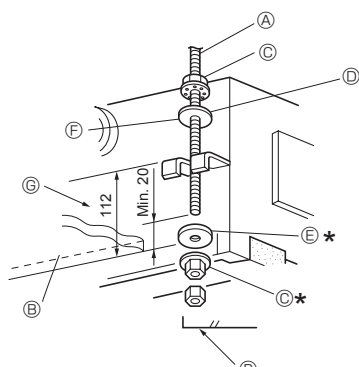
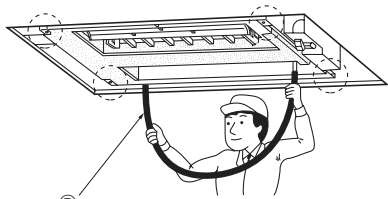

Fig. 2-7
Fig. 2-8
1. Enfiler à l'avance les rondelles d'étanchéité ① ② (fournies) et leurs écrous (à se procurer sur place) dans les boulons de suspension. (Fig. 2-7)
* Procéder dans l'ordre suivant (à partir du haut) : écrou, rondelle isolée ②, rondelle sans isolant ①, 2 écrous.
* Placer la rondelle isolée ② avec la surface isolée tournée vers le bas, comme illustré.
2. Soulever l'appareil pour le mettre en place, en l'alignant correctement sur le boulon de suspension. Passer le support entre les rondelles ① et ②, qui sont déjà en place et l'attacher. Procéder de la même manière pour les quatre emplacements.
- ① Rondelle ①
- ② Rondelle ② (avec isolation)
- ③ Distance jusqu'à la face supérieure du support
- ④ Attacher le panneau avant ici.
- ⑤ Faire en sorte que ces surfaces soient au même niveau (0 - 3 mm).
4. Vérifier si les quatre coins sont à niveau, à l'aide d'un niveau ou d'un tuyau en plastique transparent contenant de l'eau. (Fig. 2-8)